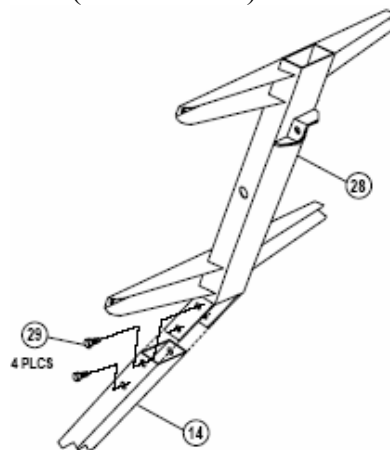

Рис. 7-1
2. Прикрепить нижний кронштейн рамы (14) к опорной раме (28) как показано на Рис. 7-1. затянуть болты М12 (29) с усилием 47-54 нм. (ЗАМЕЧАНИЕ: есть вариант исполнения рамы и нижнего кронштейна в виде единой сварной конструкции).